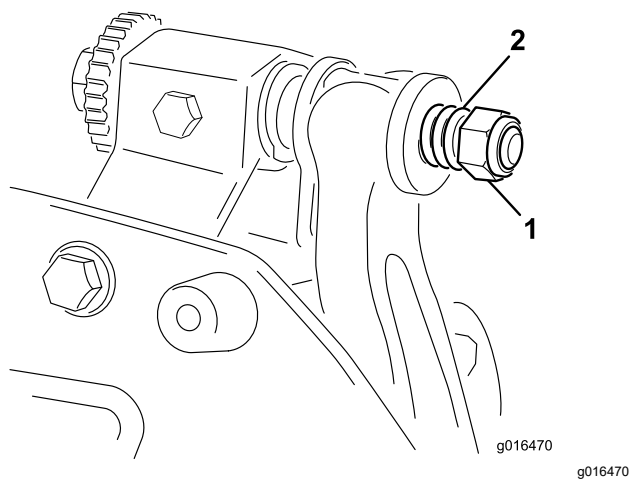

Figure 26
6. Serrez l'écrou de tension du ressort jusqu'à ce que les spires soient jointives, puis desserrez-le de 1/2 tour (Figure 26).